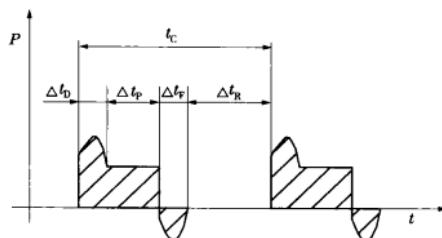

图 3 S5 工作制
4) S5 工作制——包括电制动的断续周期工作制。其定义是按一系列相同的工作制周期运行,每一周期包括一段起动时间、一段恒定负载运行时间、一段电制动时间和一段停机和断能时间(见图 3)。